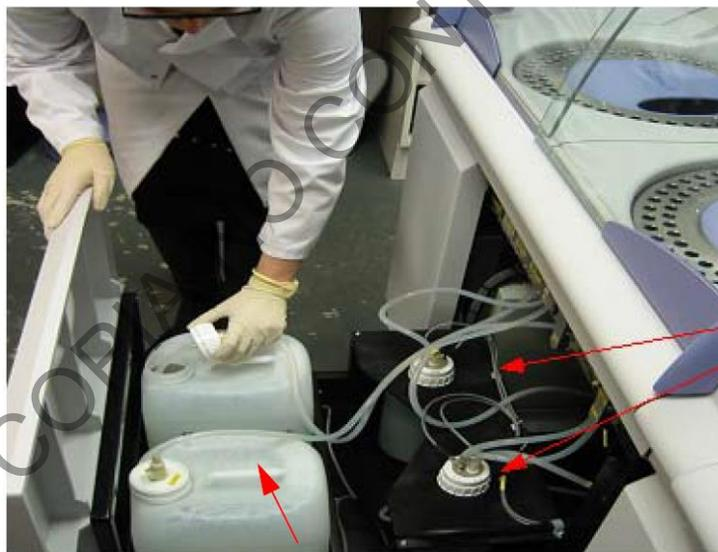

Figura 1.1
- 7.1.4 Prepare la dilución del Buffer de lavado y el Displacement Fluid en los recipientes de 10 litros que están debidamente rotulados para cada uno, estos reactivos vienen concentrados por lo que deben diluirse en galones de 10 L (debido a su naturaleza jabonosa agregue primero el agua desionizada y luego el reactivo concentrado, agite suavemente para evitar la formación de burbujas). Rotule cada recipiente con la fecha de preparación, el Displacement fluid es estable por 48 h y el Buffer por 30 días en refrigeración. Colóquelos en el analizador (ver figura 1.1)